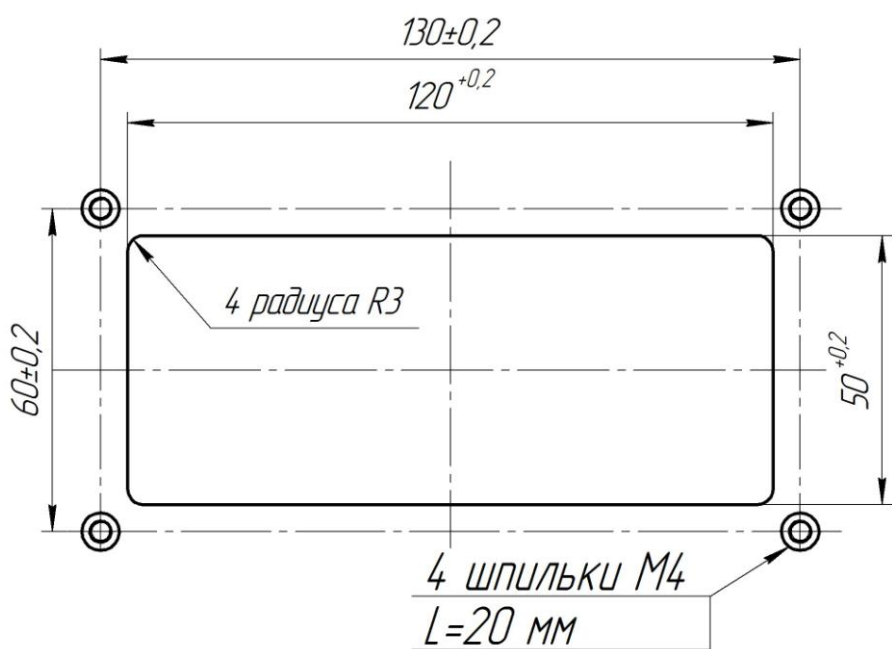

Рис.2. Разметка окна для монтажа (вид со стороны установки).
4.1.2 Установить устройство на штатное место. Разметка для крепления устройства приведена на рис.2.